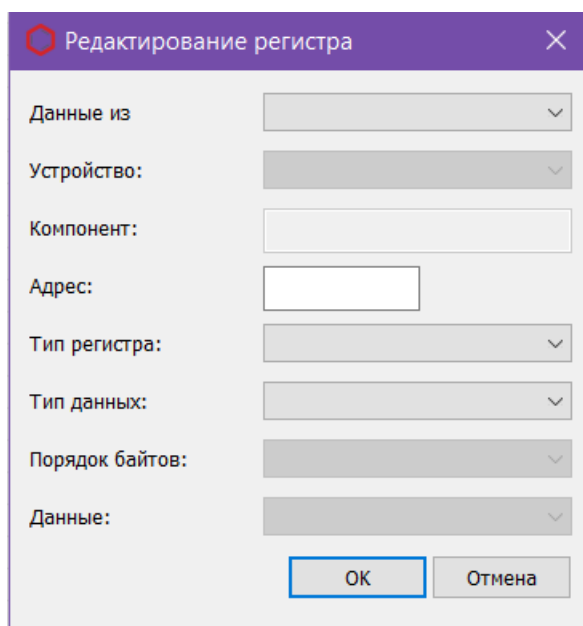

Рис. 5: Окно «Редактирование регистра»
- Чтобы создать новый регистр, нажмите **Добавить регистр**. Откроется окно *Редактирование регистра* (Рис. 5);
- Чтобы редактировать существующий регистр, дважды кликните по соответствующей записи в списке регистров. Откроется окно *Редактирование регистра* (Рис. 5);